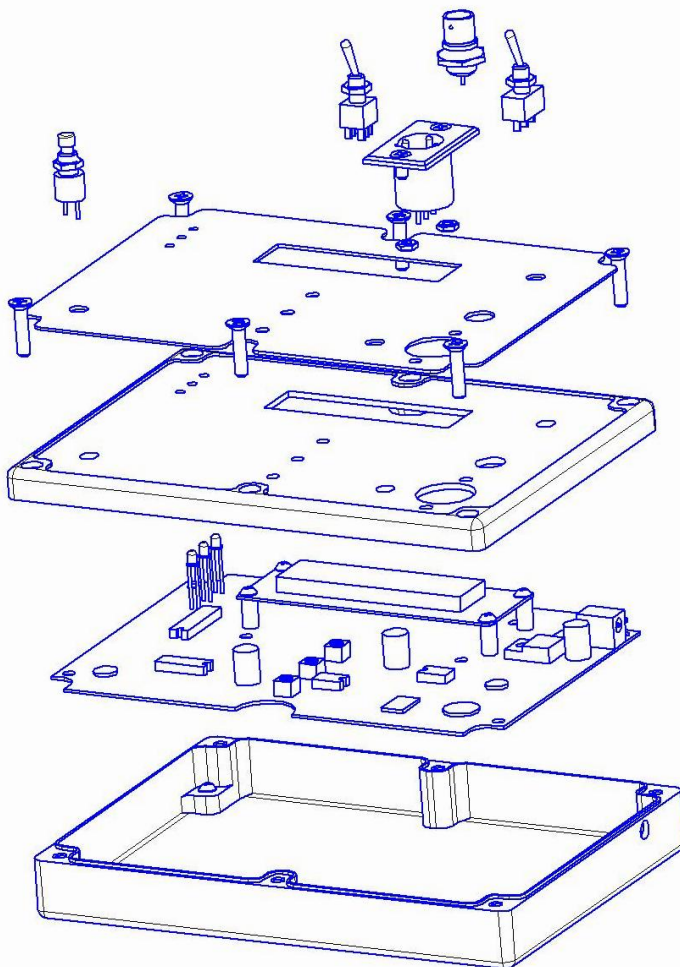

Рис. 4.1. Конструкция радиоэлектронного устройства
Необходимо выполнить сборку конструкции радиоэлектронного устройства, представленного на рис. 4.1.
3. Установить на крышку тумблеры и соединители как на рис. 4.1. При этом надо пользоваться заранее заготовлен-